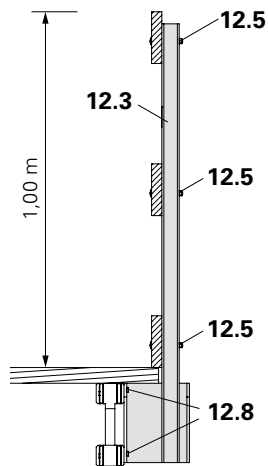

Fig. A1.33a
3. Fijar con tirafondos (6x) 6 x 80 DIN 571 (12.8) a la viga de plataforma. (Fig. A1.33a)